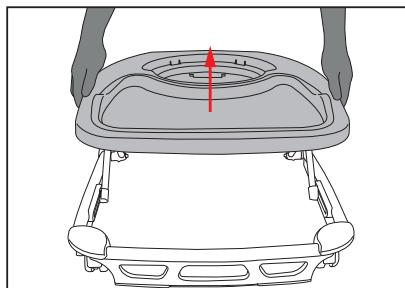

Figura 3.1
- Coloque el andador en posición vertical y tire de la parte superior hacia arriba hasta escuchar un chasquido. **Ver Figura 3.1.**